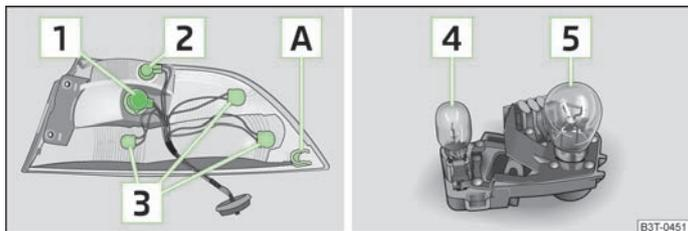

Fig. 193 Parte exterior da luz traseira: Lâmpadas incandescentes / parte interior da luz traseira: lâmpadas incandescentes
Visão geral da disposição das lâmpadas incandescentes » Fig. 193.
- Para voltar a montar, introduza primeiro a luz traseira, com o encaixe **A** » Fig. 193 virado para a frente, num perno na carroçaria.
- Retire a lâmpada incandescente fundida **4** » Fig. 193 do suporte e coloque uma nova lâmpada. ▶